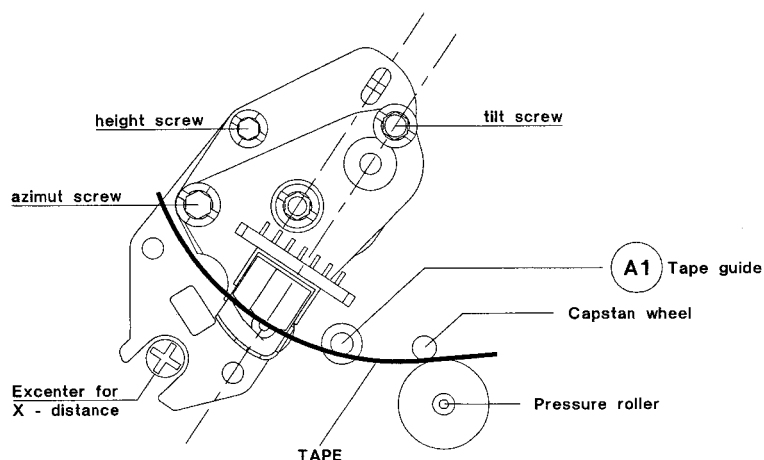

Abb. 1
- Drehen Sie die Exzeterschraube (Abb. 1), bis der maximale DC-Wert des TRIV-Signals erreicht ist.
- Drehen Sie die Exzeterschraube (Abb. 1), bis der maximale DC-Wert des TRIV-Signals erreicht wird.
- Verstellen Sie die Kippschraube, bis die Unterkante des Bandes die Bandführung A1 gerade berührt (Abb. 1). Das Band darf an der Unterkante nicht verzerrt werden.
- Verstellen Sie die Höhen- und Azimutschrauben (Abb. 1), bis die maximale Audioleistung erreicht wird.